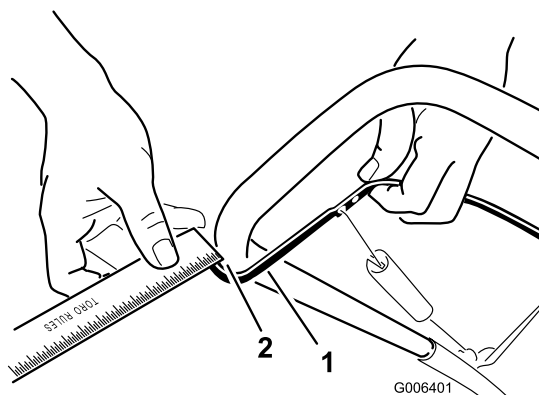

Figure 24
Rapprochez la barre de commande du guidon pour tendre le câble de commande (Figure 24).
Remarque: Vérifiez que la barre de commande et le guidon sont espacés de 2 à 3 mm (1/16 à 1/8") (Figure 24).
2. Accrochez le raccord en Z à un trou plus haut ou plus bas sur la bielle de réglage de manière à obtenir un écart de 2 à 3 mm (1/16 à 1/8") entre la barre de commande et le guidon (Figure 24).